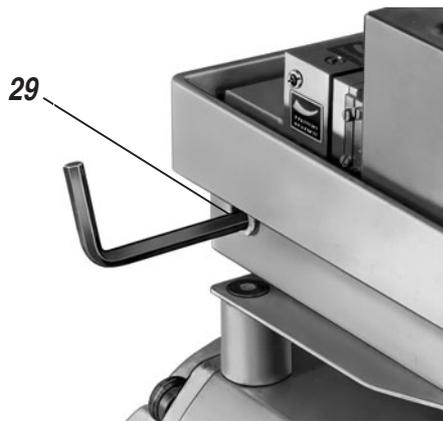

Abb. 19: Festschrauben des Anlenkhebels
- g) Die endgültige Befestigung des Anlenkhebels **9** auf der Durchführungswelle erfolgt bei Hubstellung 0 %, d. h. Drehwinkel 0°. In dieser Stellung die Innensechskantschrauben **15** SW 5 des Anlenkhebels **9** durch die Bohrung **29** hindurch zunächst lösen (siehe Abb. 19 und 20), die Stellvorrichtung **31** gegen die Anschlagsschraube **30** drücken und dann die Innensechskantschraube **15** fest anziehen.